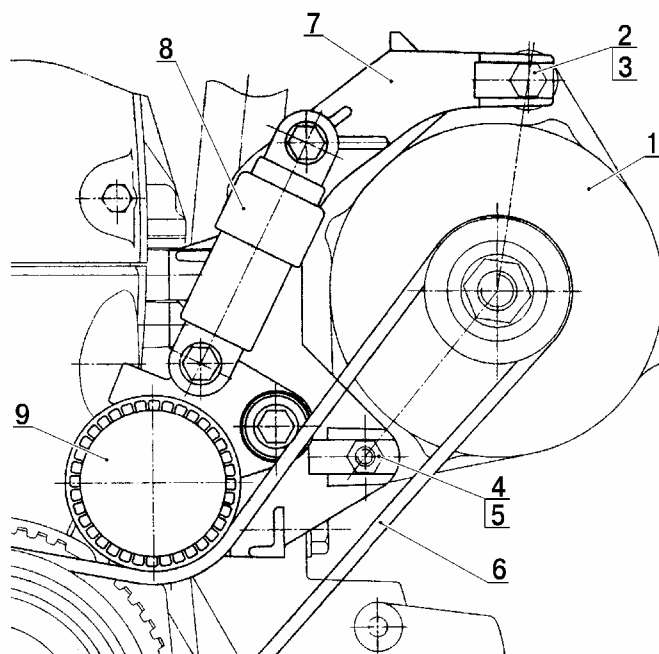

Рис.2 Установка генератора:
3.1.2 Отсоединить от генератора 1, рис.2, электропровода (головка сменная 13, вороток и удлинитель).